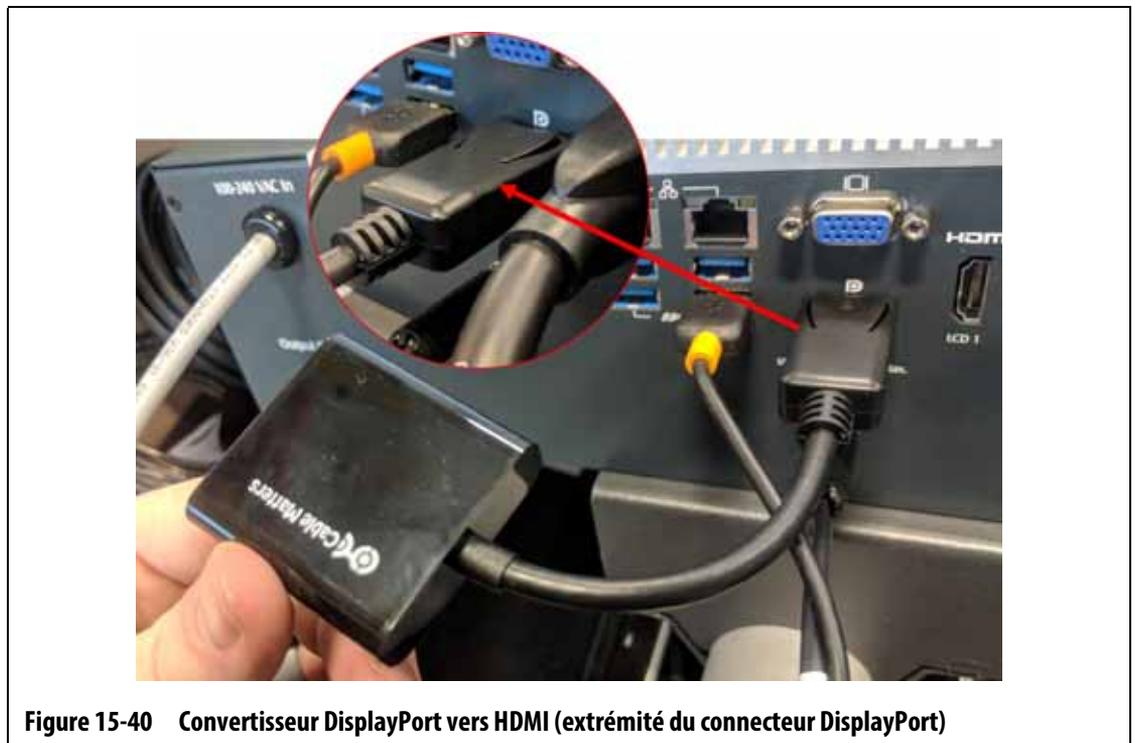

Figure 15-40 Convertisseur DisplayPort vers HDMI (extrémité du connecteur DisplayPort)
5. Branchez le convertisseur DisplayPort vers HDMI (extrémité du connecteur DisplayPort) au connecteur DisplayPort (derrière le connecteur VGA) situé au bas du boîtier de l'unité MCU. Veuillez-vous reporter à Figure 15-40.